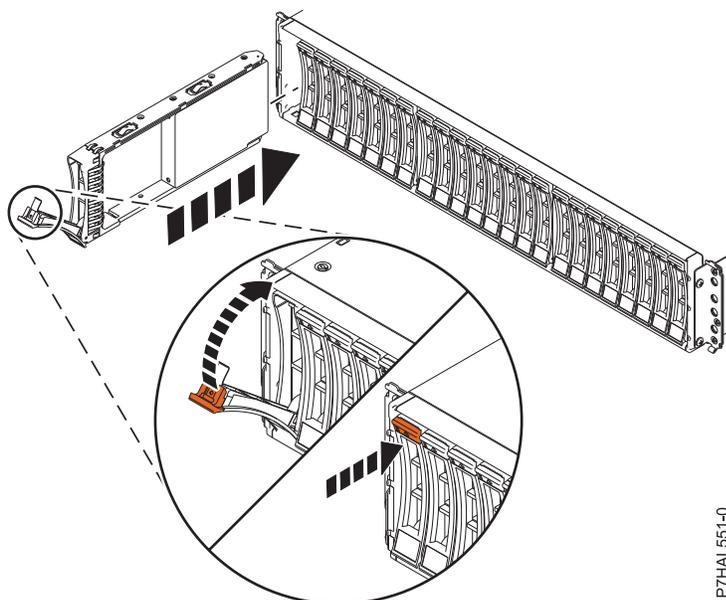

Figure 19. Installation ou remise en place de l'unité de disque dans le boîtier d'unité de disque
3. Avec la poignée en position déverrouillée, comme illustré à la figure 19, à la page 19, maintenez l'unité par le dessous pour l'aligner avec les rails de guidage dans le boîtier.
7. Verrouillez l'unité en faisant tourner la poignée de la baie (A) dans la direction indiquée. figure 19.